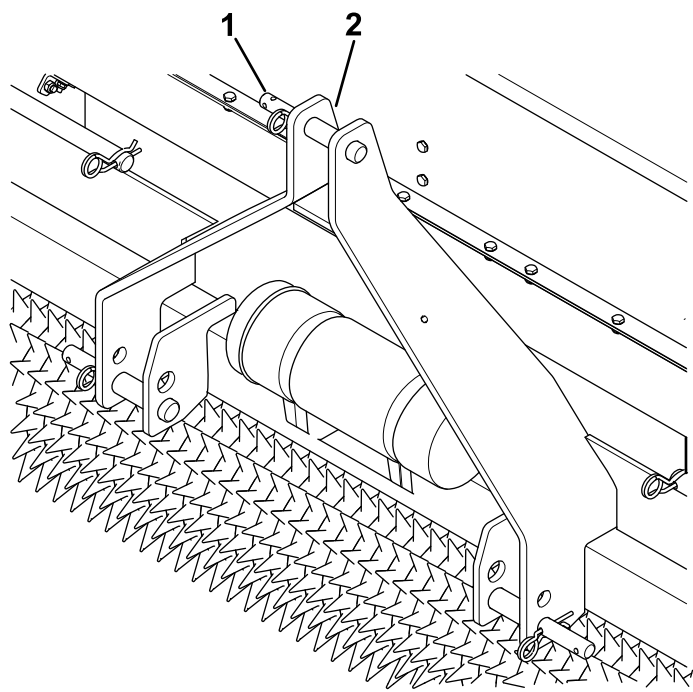

Figura 12
1. Brazo de enganche inferior (2) 2. Pasador de enganche y chaveta (2)
6. Instale las chavetas en los pasadores de enganche (Figura 12).